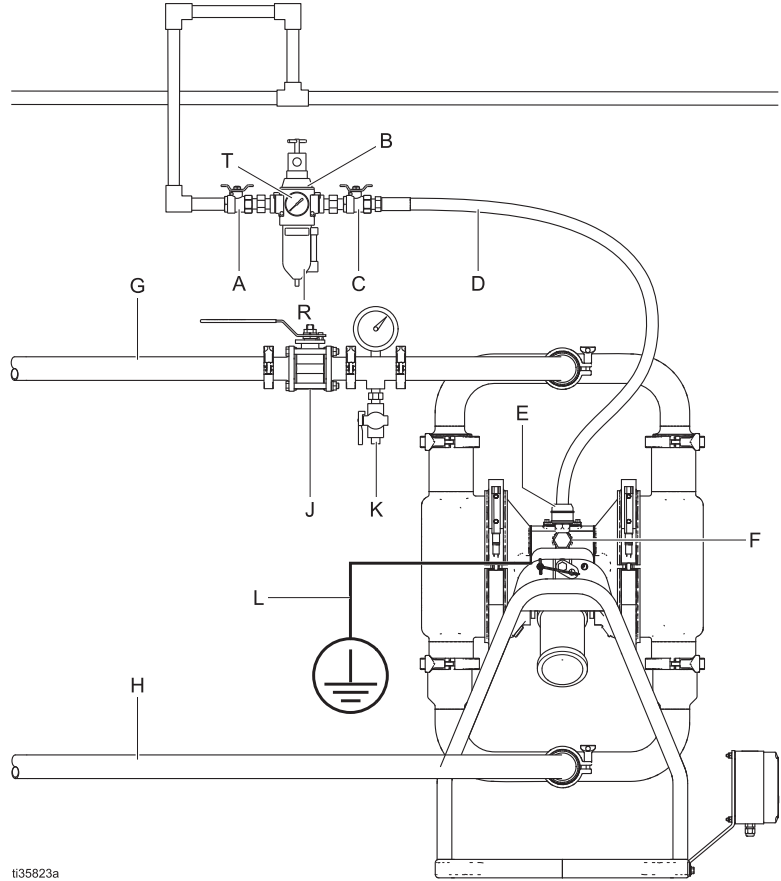

图 2：典型的地面安装
- 典型的安装可参见图 2。它仅是选择和安装系统组件的指南。若需设计一套适合您特定需求的系统，请联系固瑞克经销商以寻求帮助。
<p>系统应配备一个排放型主空气阀 (C)，以释放该阀与泵之间的残留空气。残留空气会造成泵意外运转，导致严重伤害，包括流体溅到眼睛里或皮肤上。参见图 2。</p>
1. 按图图 2. 应确保连接附件的空气管路已接地。
- a. 安装空气调节阀 (B) 和空气压力表 (T) 以控制流体压力。降低供应的空气压力会降低泵的流体出口压力。
- b. 将一个放气型主空气阀 (C) 安装在靠近泵的位置并用作释放残留空气。将另一个主空气阀 (A) 安装在所有空气管路附件的上游，并将其作为清洗和维修隔离之用。
- c. 空气管路过滤器 (R) 可以清除掉压缩空气供给中的有害灰尘和湿气。
2. 在这些附件与 1/2 npt（内螺纹）泵进气口 (F) 之间安装一个接地的导电柔性空气管路 (D)。最小使用 3/8 英寸（9.5 毫米）内径的空气管路。如有必要，请在空气管路 (D) 和泵进气口 (F) 之间安装一个空气管路耦合器 (E)，并拧紧贴合。
2. 在靠近泵的流体出口处安装一个流体排放阀（ K ）。 参见 图 2。